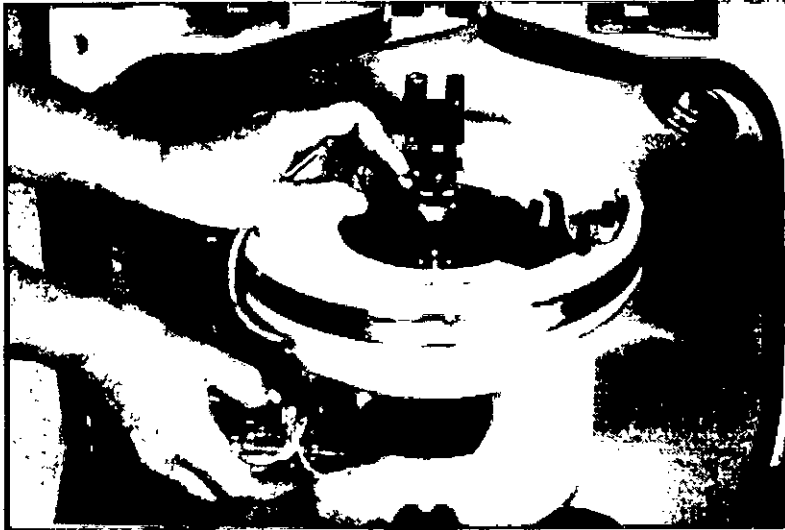

Figura 5: Introducción del canal a través del puerto de colocación (aquí se muestra el equipo de recolección)
5. Tire del canal hacia arriba por el puerto de colocación y la abertura del centro del plato de separación. A fin de evitar dañar la cámara y la línea de recolección al emplear un equipo de recolección, utilice una mano para introducir la cámara a través del puerto de colocación mientras tira del canal por el puerto de colocación con la otra mano (Figura 5). Baje el cierre del plato de separación y déjelo bloqueado en su sitio.